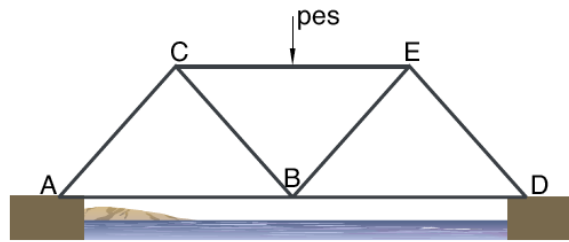

Fig. 1.25. Estructura d'un pont
20. Observa i analitza l'estructura de la fig. 1.25.